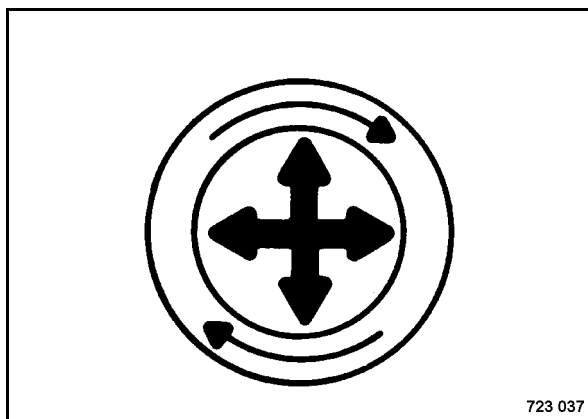

Fig. 140
- Allentare con attenzione l'elemento filtrante principale (Fig. 140).
L'elemento filtrante principale si trova esattamente sul tubo di scarico e crea in questo modo una guarnizione all'interno del coperchio del filtro. Rimuovere con attenzione l'elemento filtrante principale per ridurre la quantità di polvere liberata. Per allentare la guarnizione tirare o girare l'elemento filtrante verso l'alto, verso il basso e di lato (Fig. 140).